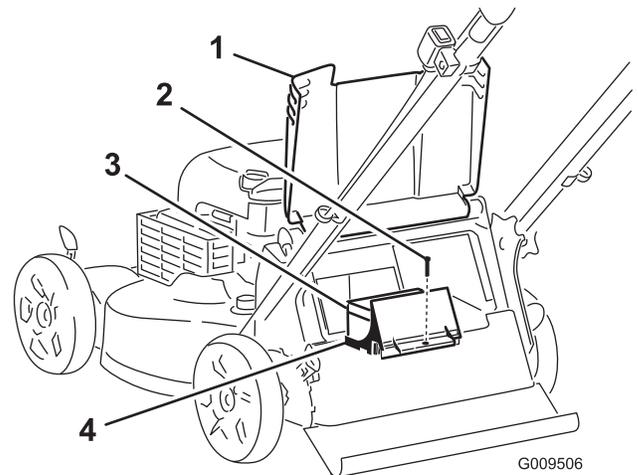
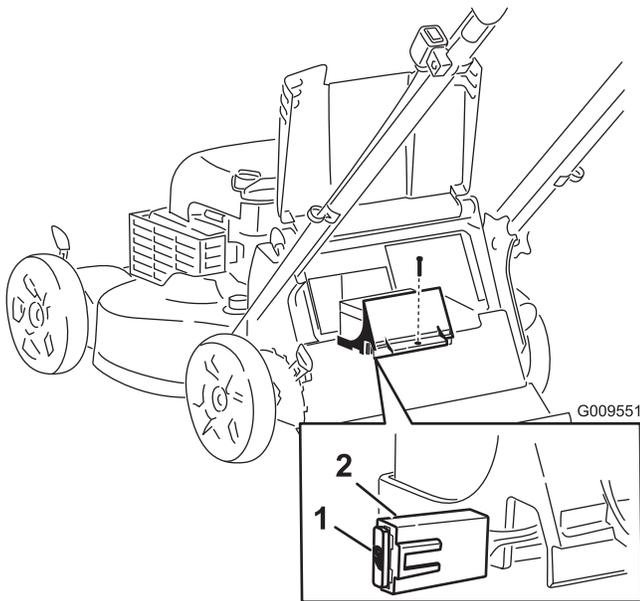

Figura 5
Figura 6
1. Eleve el deflector trasero y localice el compartimento de la batería (Figura 5).
2. Retire el tornillo que sujeta el compartimiento de la batería, retire la batería y localice el fusible (Figura 5 y Figura 6).
3. Introduzca el fusible en el portafusibles (Figura 6).